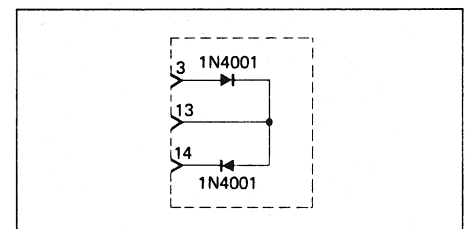

Fig. 4.2
- Adapterschaltung gemäss Fig. 4.2
- Anstelle des BIAS CONTROL PCB wird die Adapter-schaltung gemass Fig. 4.2 eingesetzt.